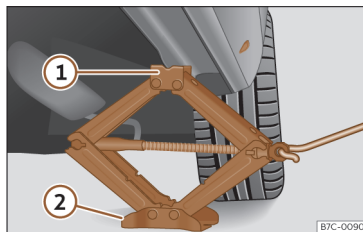

Fig. 211 Bas de caisse : emplacement du cric du véhicule.
- Tournez la manivelle du cric, placé sous le point d'appui du bas de caisse, pour le lever jusqu'à ce que l'ergot ① >>> **fig. 211** se trouve sous le logement prévu à cet effet.
- Alignez le cric de sorte que l'ergot ① « s'encastre » dans le logement prévu à cet effet sur le bas de caisse et que la plaque de base mobile ② repose sur le sol. La plaque de base ② doit se situer à la verticale du point d'appui ①.